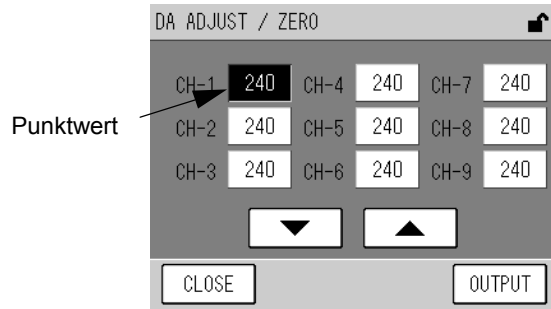

Fig. 56 **DA ADJUST/ ZERO Fenster**
- [ZERO]: Öffnet das Fenster DA ADJUST/ ZERO für die Null-Kalibrierung des analogen Ausgangs (Fig. 56 auf Seite 44).